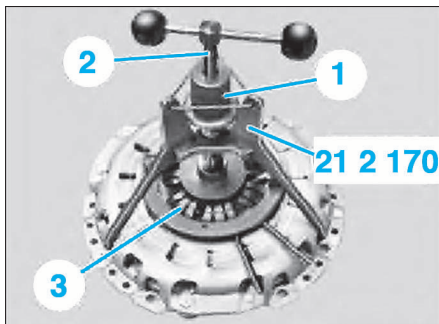

FIG. 8
- Mettre en place l'outil 21 2 170 et serrer la vis moletée (1) (Fig.8).